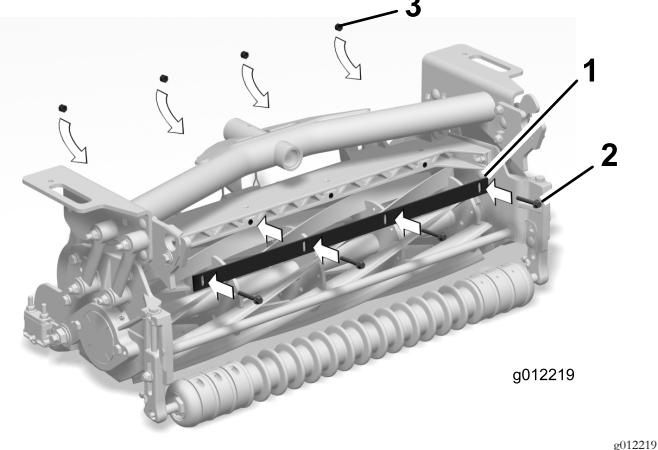

Figura 7
3. Monte provisionalmente la barra de recortes en el bastidor de la unidad de corte con 4 pernos (1/4" x 1 3/4") y 4 contratuerca (1/4") (Figura 7).
5. Apriete los pernos y las contratuercas (Figura 7).